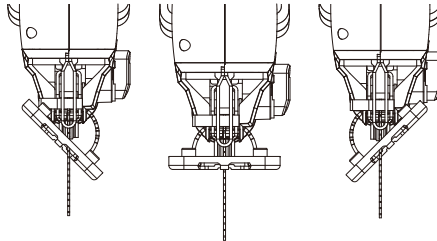

Fig. 11
La semelle (10) peut être pivotée vers la droite ou vers la gauche pour effectuer des coupes en biseau jusqu'à 45° (Fig. 11). La semelle possède des encoches de verrouillage à 0°, 15°, 30° et 45° à gauche et à droite afin de régler avec précision l'angle de coupe en biseau.